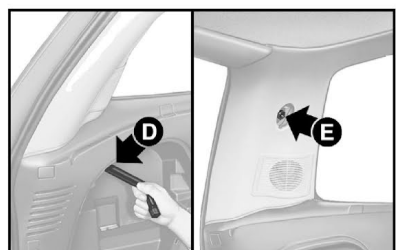

fig. 28
4) Utilizando a chave fornecida com o veículo para desmontar as rodas, desaparafusar os parafusos **D** e **E**-fig. 28;